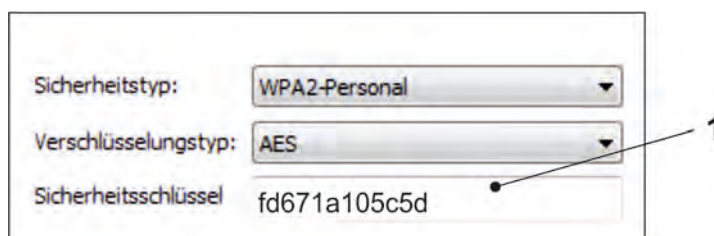

Abb. 32-22 Sicherheitsschlüssel eingeben und verbinden
4. Sicherheitsschlüssel (Passwort) (Auslieferungszustand = PUK; hier fd671a105c5d als Beispiel) (Abb. 32-22 Pos. 1) eingeben und verbinden.